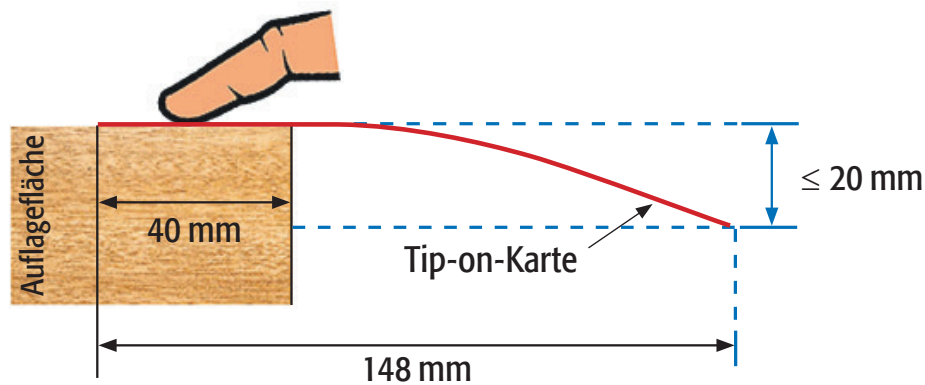

Abb. 1: Ermittlung der maximalen Durchbiegung einer Tip-on-Karte
2.3 Falzarten	Gefaltzte Beilagen müssen im Kreuz-, Wickel- oder Mittenfalz verarbeitet sein (Abb. 1 bis 3). Mehrseitige Beilagen mit Formaten > DIN A5 (148 mm x 210 mm) müssen den Falz an der langen Seite haben.  Abb. 1: Kreuzfalz  Abb. 2: Wickelfalz  Abb. 3: Mittenfalz
- Verformte Karten können nicht verarbeitet werden. Die maximale Durchbiegung beträgt 20 mm (siehe Abbildung 1).